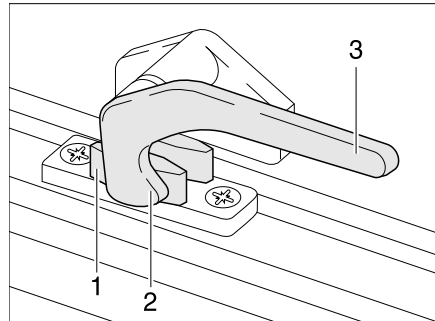

Bild 49 Verriegelungshebel in Stellung "geschlossen"
- Den Verriegelungshebel (Bild 49,3) eine viertel Umdrehung zur Fenstermitte hin drehen.
- Den Verriegelungshebel (Bild 49,3) eine viertel Umdrehung zum Fensterrahmen hin drehen. Die Verriegelungsnase (Bild 49,2) liegt auf der Innenseite der Fensterverriegelung (Bild 49,1).
- in Stellung "fest verschlossen" (Bild 49)